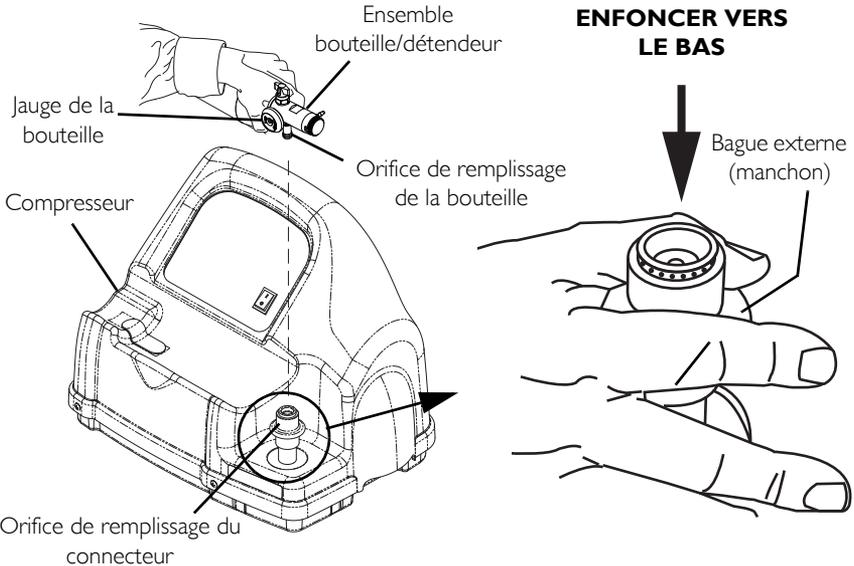
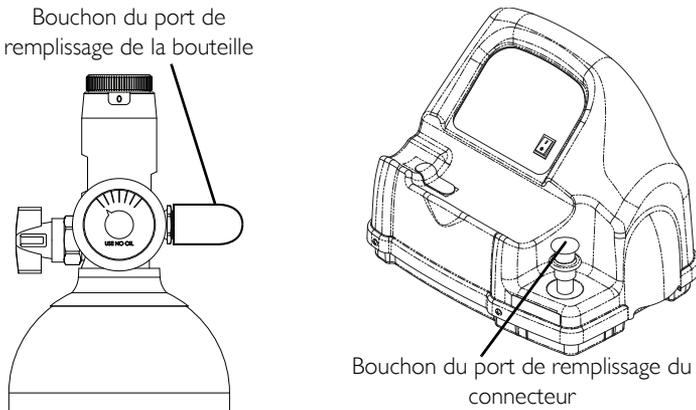
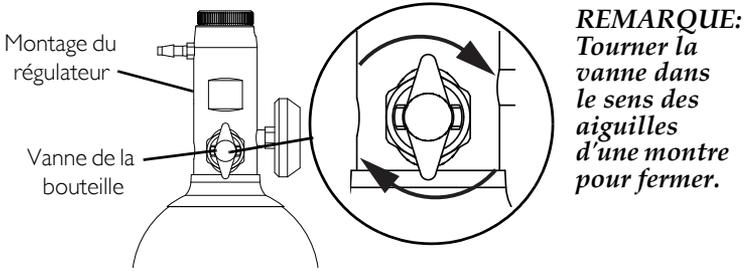

FIGURE 4.5 Déconnexion de la bouteille du compresseur
FIGURE 4.6 Bouchons des ports de remplissage
FIGURE 4.7 Fermeture de la vanne de la bouteille
REMARQUE: Pour cette procédure, se reporter à la FIGURE 4.5, FIGURE 4.6 et FIGURE 4.7.
2. Saisir l'ensemble bouteille/détendeur dans la zone située derrière la jauge de la bouteille (FIGURE 4.5).
3. Saisir de l'autre main la bague externe (manchon) de l'orifice de remplissage du connecteur et pousser vers le BAS (FIGURE 4.5).
4. Soulever l'ensemble bouteille/détendeur pour le retirer de l'orifice de remplissage du connecteur (FIGURE 4.5).
6. Placer les capuchons des orifices de remplissage sur les orifices de remplissage du connecteur et de la bouteille (FIGURE 4.6).
8. Tourner la vanne de la bouteille sur la position fermée lorsqu'elle n'est pas utilisée (FIGURE 4.7).